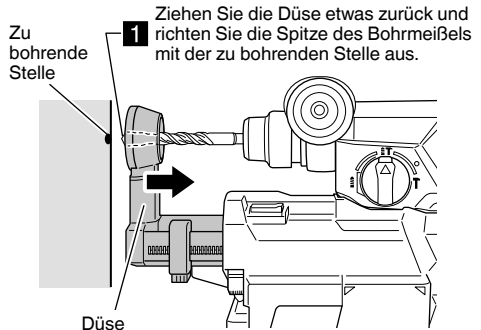

Abb. 10
- (1) Greifen Sie die Düse mit Ihrer Hand und ziehen Sie sie etwas zurück und richten Sie die Spitze des Bohrmeißels mit der Stelle aus, an der gebohrt werden soll. **(Abb. 10)**